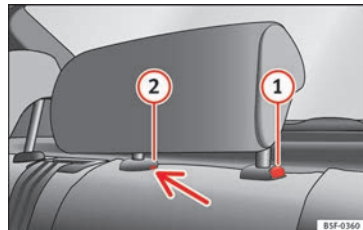

Fig. 146 Apoyacabezas trasero central: punto de desbloqueo.
- Para ajustar el apoyacabezas a una altura menor, pulse la tecla ① » » » fig. 146 y desplácelo hacia abajo.
- Pulse la tecla ① » » » fig. 146, apretando a la vez por el orificio del seguro ② » » » fig. 146 con un destornillador plano de máximo 5 mm de anchura y retire el apoyacabezas.